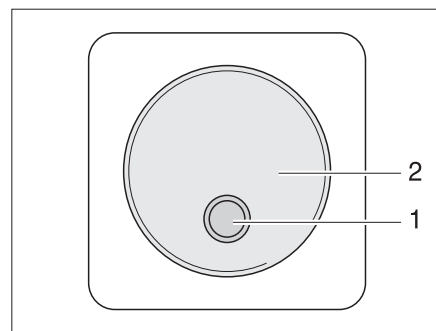

Fig. 218 Commutateur externe
- II "Remo." = l'appareil peut être mis en service et hors service avec le commutateur externe (Fig. 218,1).
Le commutateur externe pour l'onduleur (Fig. 218) se trouve dans l'espace intérieur du véhicule, par exemple dans la zone d'entrée. Le commutateur est identifié par l'inscription "Onduleur". La DEL (Fig. 218,1) indique l'état de fonctionnement de l'onduleur.